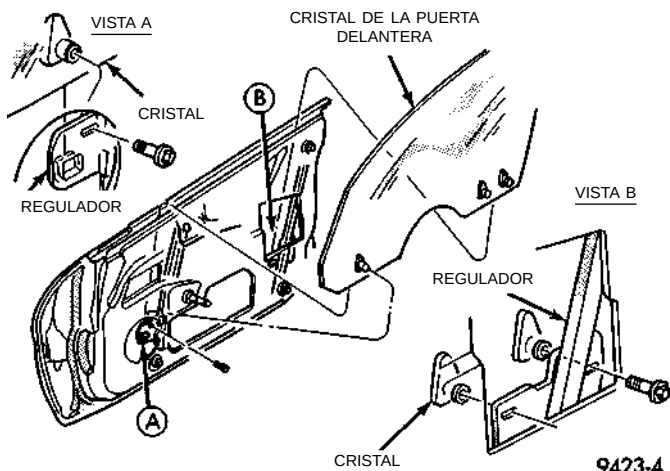

Fig. 17 Cristal de la puerta delantera
(1) Retire el panel tapizado de la puerta y el protector contra el agua.
(2) Retire el burlete interior de la puerta.
(3) Afloje el estabilizador del burlete interior de la ventanilla.
(4) Baje el cristal de la puerta hasta la parte inferior de la puerta, para poder acceder a los pernos de fijación.
(5) Retire los pernos que fijan el cristal de la puerta a las placas de elevación del regulador de la ventanilla (Fig. 17).
(6) Desacople el cristal de la puerta del regulador.
(7) Eleve el cristal de la puerta y extraígalo de la abertura en la parte superior de la puerta.